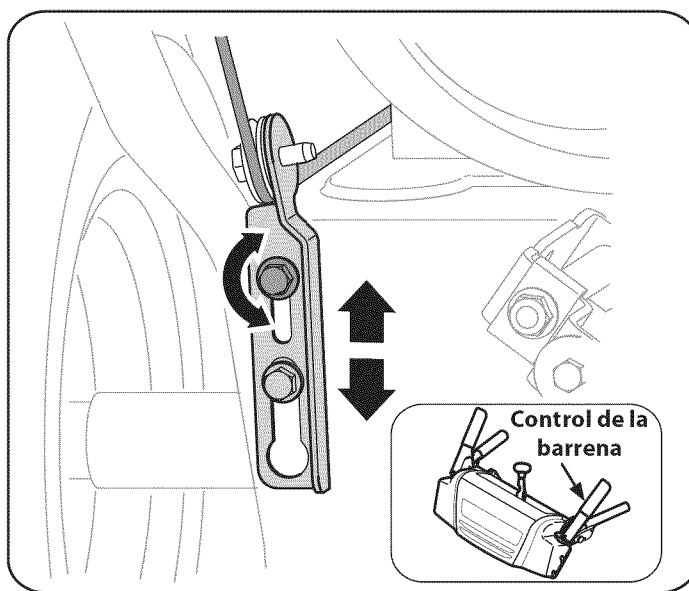

Figura 15
1. El control de la barrena se encuentra en el mango izquierdo. Consulte la Figura 15 el recuadro. Cuando se suelta el control de la barrena y está en posición desengranada arriba, el cable debe tener muy poco juego. NO debe estar tenso.
4. Deje la barrena engranada durante aproximadamente diez (10) segundos antes de soltar el control de la barrena. Repita esta operación varias veces.
8. Ubique la ménsula hacia arriba para brindar más juego (o hacia abajo para aumentar la tensión del cable). Vea la figura 15.